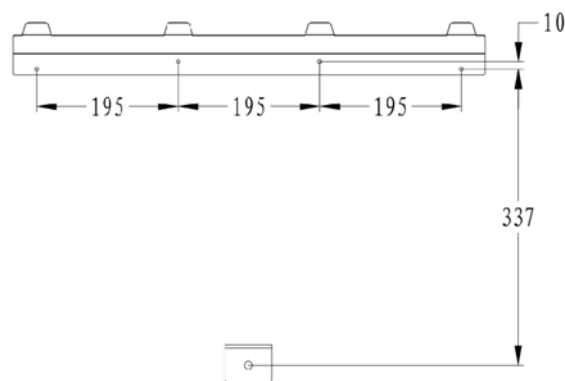

Рис.2
- Используйте два отмеченных центральных отверстия верхнего монтажного кронштейна (А) для выравнивания (Рис.2).